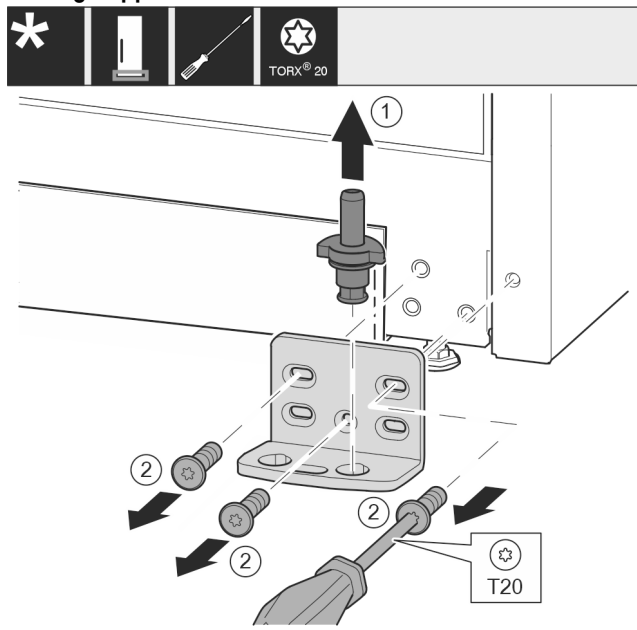

Fig. 12
- Estrarre completamente il perno di supporto verso l'alto. Fig. 12 (1)
- Svitare le viti con il cacciavite T20 e rimuovere il blocco di supporto. Fig. 12 (2)